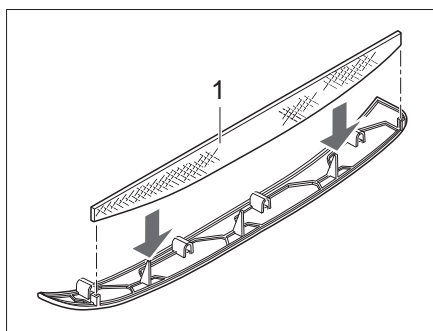
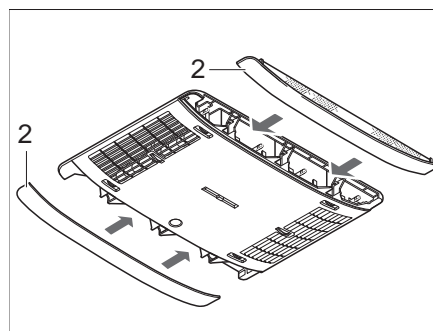

Bild 274 Flusenfilter Klimaanlage
Bild 275 Paneelen Klimaanlage
In den seitlichen Paneelen (Bild 275,2) befinden sich zwei Flusenfilter. Die Flusenfilter müssen in regelmäßigen Abständen, mindestens jedoch alle 6 Monate, gereinigt und bei Bedarf gewechselt werden.
- Paneele (Bild 275,2) vom Luftverteiler abziehen und Flusenfilter (Bild 274,1) reinigen oder bei Bedarf wechseln.